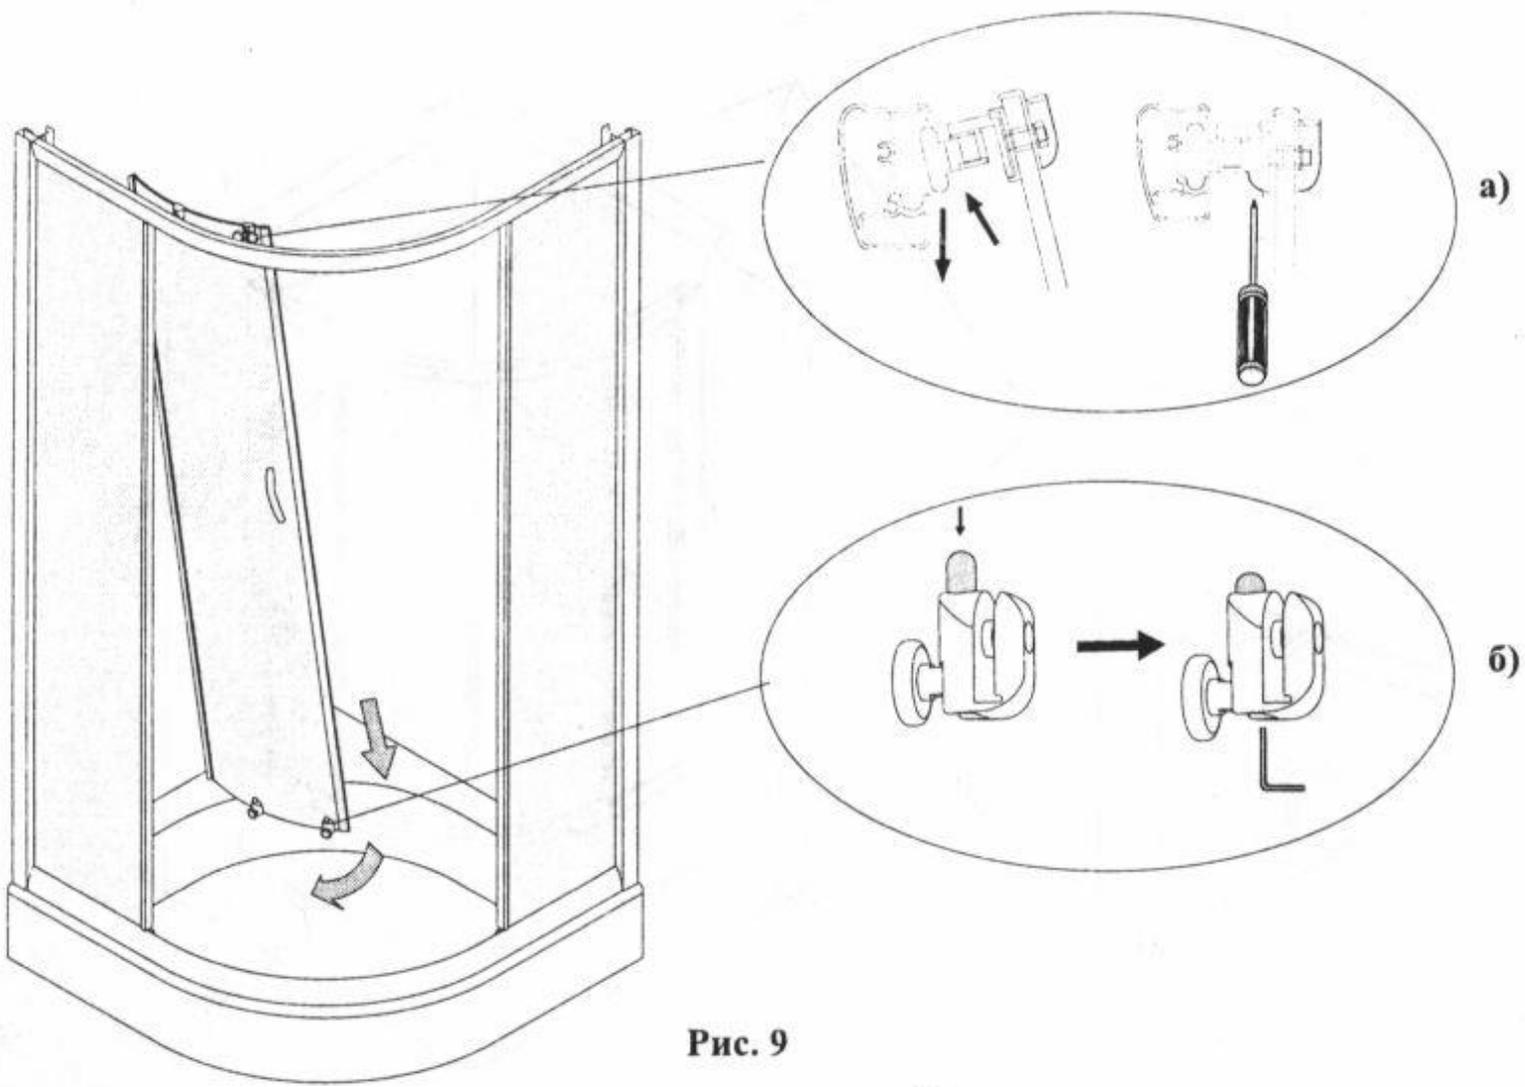

Рис. 9
9. Установите стеклянную дверь в верхние и нижние направляющие профилей (рис. 9).
11. Для ровного и плотного смыкания дверей, произведите регулировку (рис. 9а и 9б).